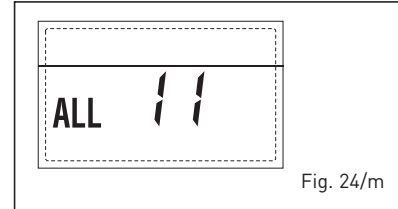

Fig. 24/m
- **ANOMALIA CONFIGURAZIONE "ALL 12" (fig. 24/n)**